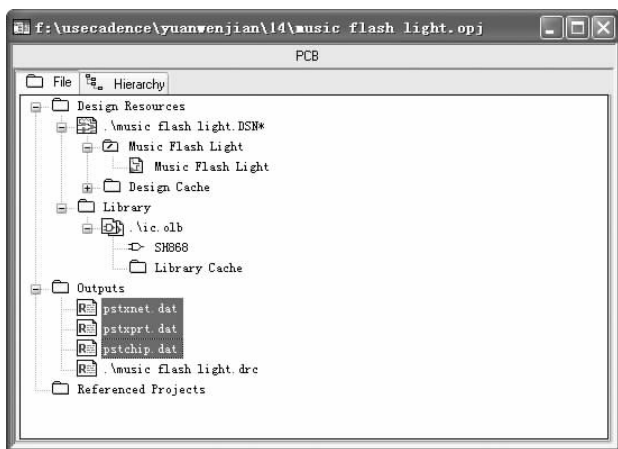

图 12-73 显示网络表文件
7. 该对话框自动关闭后，生成三个网络表文件“pstchip.dat”、“pstxnet.dat”、“pstxprt.dat”，如图 12-70 ~ 图 12-72 所示。网络表文件在项目管理器中 Output 文件下显示，如图 12-73 所示。